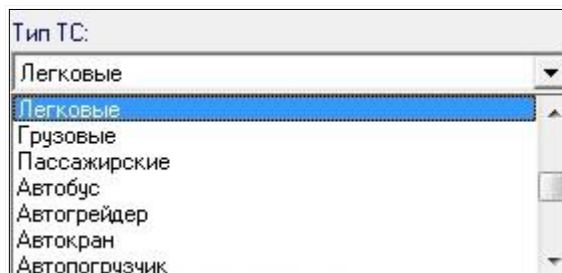

Рисунок 10 – Список типов ТС в Программе
- «**Тип ТС**» – задает тип ТС. Для установки значения поля рекомендуется использовать кнопку , которая раскрывает выпадающий список типов ТС (см. Рисунок 10);